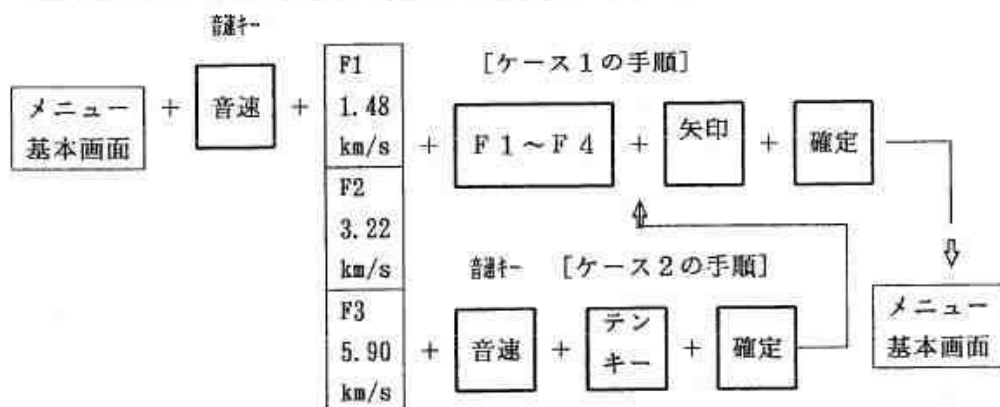

図 6.2.23 試験体の音速を調整・設定する方法
- ① 機能キー [音速] を1回押しますと、音速選択メニューが図 6.2.23 に示したようにメニューエリアに表示されます。
- ② 設定したい音速に応じて選択キー [F1～F3] を押して下さい。
- ③ もし、その音速の精密な調整が必要ならば、探傷図形を見ながら矢印キーで、その音速を増減し、表示器の探傷条件表示エリアの音速の値が、この操作で変化することを確認して下さい。
- ④ 所定の値に音速を設定した後、確定キーを押します。入力した音速は、UI-23 に設定されます。メニューエリアはメニュー基本画面に戻ったことを確認して下さい。
- ② テンキーモードを得るために、もう1度機能キー [音速] を押します。
- ③ テンキーモードで、既知の音速値を入力します。
- ④ 最後に、確定キーを1回押します。入力モードがテンキーモードから矢印キーによって精密調整が可能なモードに変わります。もし、更に調整する必要がなければ、もう1度確定キーを1回押します。入力した音速は、UI-23 に設定されます。メニューエリアはメニュー基本画面に戻ったことを確認して下さい。